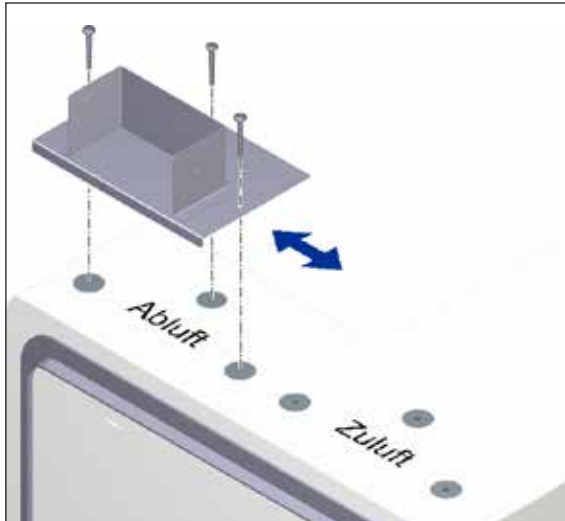
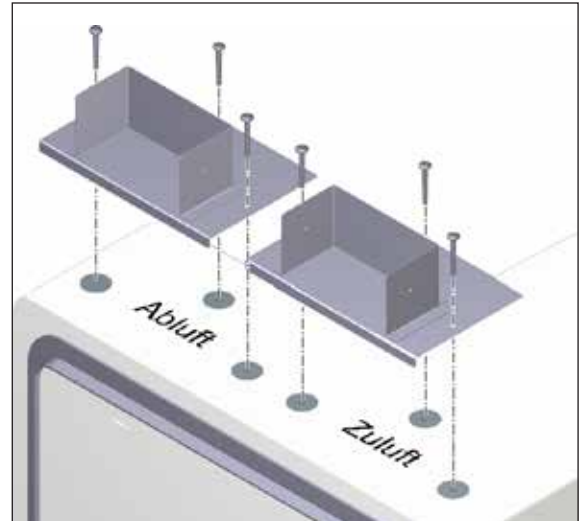

Abb. 8: M-WRG-M/MB-FR75/1, Fixierplatte für Abluft **oder** Zuluft befestigen
Abb. 9: M-WRG-M/MB-FR75/2, Fixierplatten für Abluft **und** Zuluft befestigen
► Befestigen Sie die Fixierplatte mit den Spaxschrauben (siehe Abb. 8 und Abb. 9).